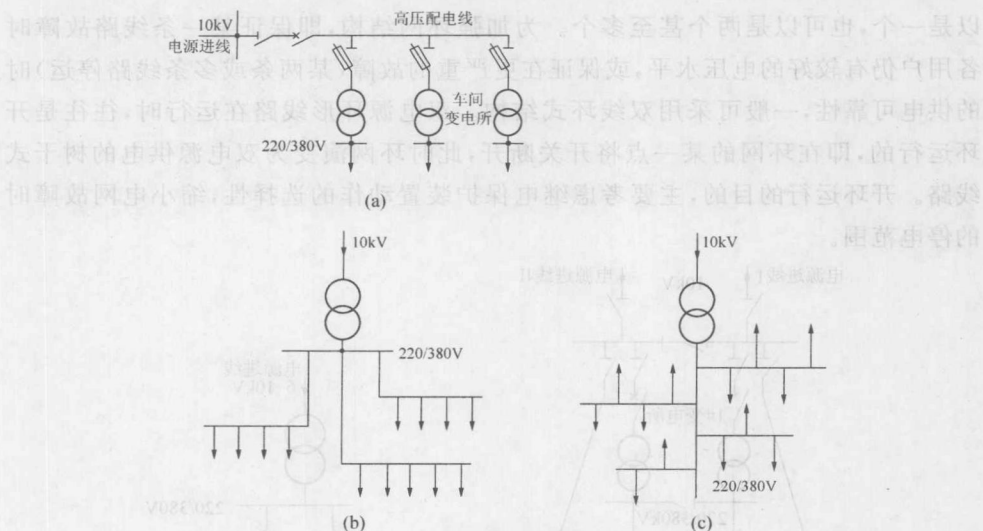

图 1-11 直接树干式
(1) 直接树干式。如图 1-11 所示，在由变电所引出的配电干线上直接接出分支线供电。直接树干式接线一般适用于三级负荷。